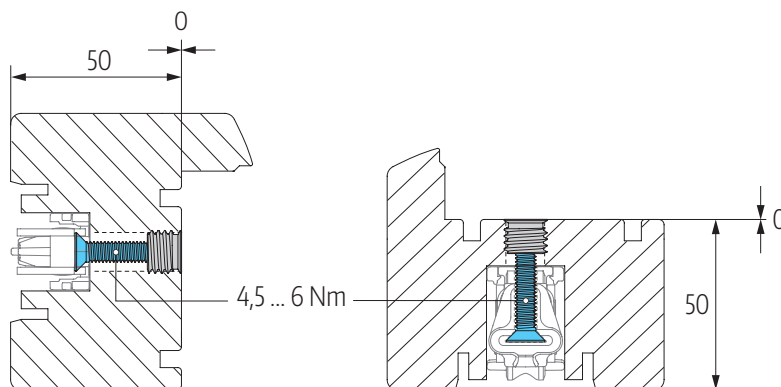

Abb. 17
- ① Bauseitige RAMPA Muffen vom Typ SKD D10-M5-L8 oder ähnlich, bündig in die Durchgangslöcher der Glasfalz einschrauben (siehe auch **Abb. 17**).